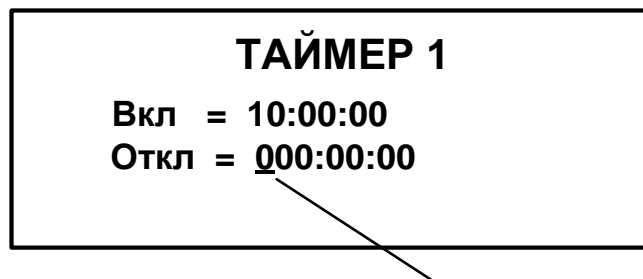

Рис.3. Пример индикации и установки времени отключения таймера.
- 1.2.3. Если после нажатия кнопки ↵ появляется мигающий курсор — в старшем разряде индицируемого числа (см. рис.3), то кнопками ◀ и ▶ курсор перемещается в позицию редактируемого разряда числового значения параметра, а кнопками ▲ и ▼ устанавливается требуемое значение разряда. При этом однократное нажатие кнопки ▲ или ▼ приводит к изменению (увеличению или уменьшению) числового значения на одну единицу. Также ввод требуемых числовых значений может производиться кнопками 0...9.